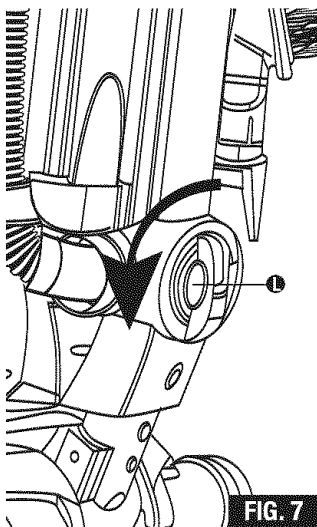

FIG. 7
- Step 2:** Turn the hose actuator valve (3) counter clockwise to direct air from the floor nozzle to the hose end (FIG. 7).
- Step 5:** Turn the hose actuator valve (3) clockwise to direct air from the hose end to the floor nozzle.
- Step 6:** Wrap hose around the top hose holder (2) and re-attach at the bottom of the unit into the hose retainer.
- Paso 2:** Haga girar hacia arriba e izquierda la válvula que acciona (3) la manguera para dirigir el aire desde la boquilla para pisos hacia el extremo de la manguera (FIG. 7).
- Paso 5:** Haga girar hacia la derecha la válvula que acciona (3) la manguera para dirigir el aire del extremo de la manguera hacia la boquilla para pisos.
- Paso 6:** Envuelva la manguera alrededor del sostén para la manguera (2) en la parte superior y vuelva a acoplarla en el retén de la manguera en la parte inferior de la máquina.